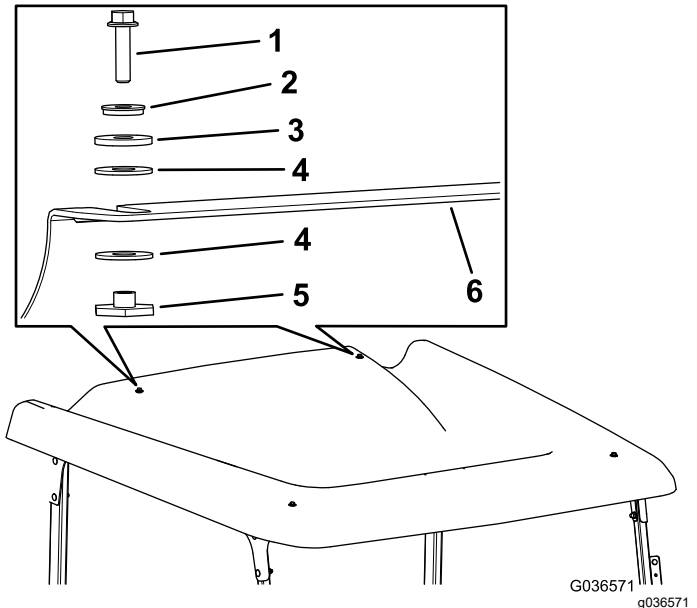

Bild 65
2. Befestigen Sie das Sonnendach mit zwei Sechskantschrauben mit Flansch ($\frac{1}{4}$ " x 1"), zwei Dichtungsscheiben, zwei Reibscheiben, vier Kunststoffscheiben und zwei Bundbüchsen an der hinteren Querverbindung (Bild 65).